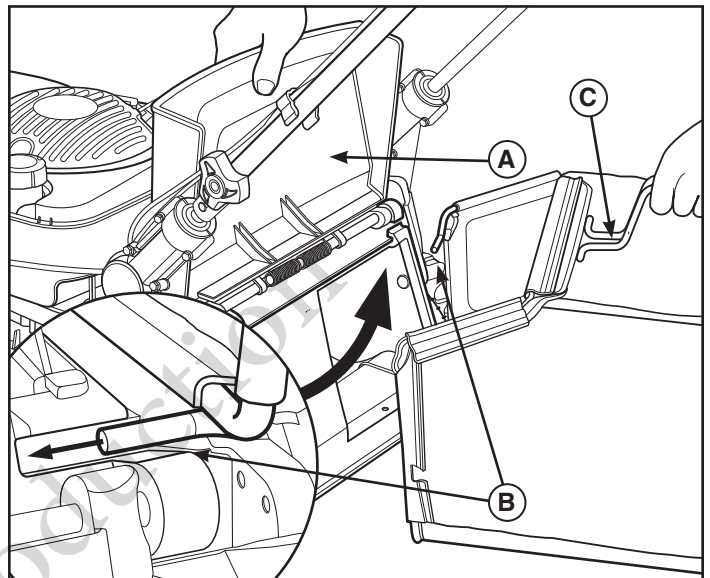

Abb. 9
2. Heben Sie zur Montage des Grasfangsacks die Klappe (A, Abb. 9) an der Rückseite des Mähwerkgehäuses an.
3. Hängen Sie die Haken (B) an jeder Seite des Grasfangrahmens in die Schlitze in der Klappe ein.